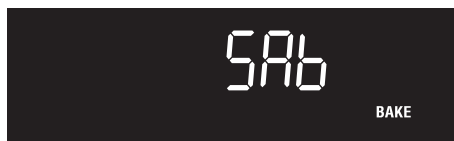

Figure 26 : Réglage du four pour le sabbat
5. Maintenir simultanément les touches **< Bake Time > (durée de cuisson)** et **< Set Clock > (réglage de l'horloge)** enfoncées pendant environ 3 secondes. Le message **SAb** s'affiche à l'écran pour valider l'option Sabbat (Figure 26).